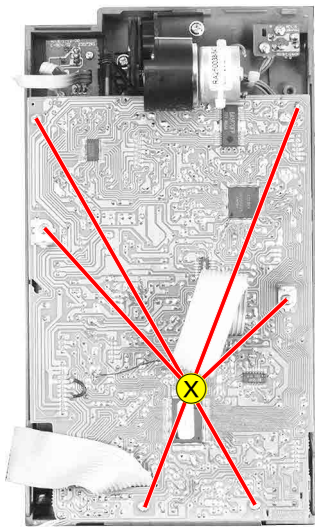

Fig. 12
- 6 Schrauben  $\text{\textcircled{X}}$  (Fig. 12) herausdrehen.
- Undo 6 screws  $\text{\textcircled{X}}$  (Fig. 12).